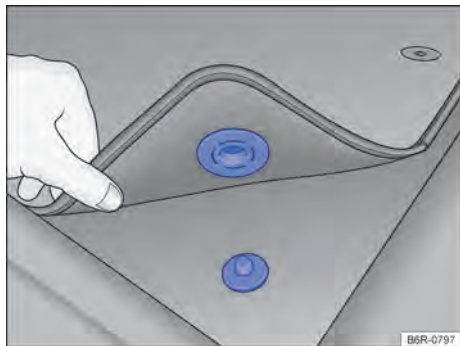

Fig. 22 Alfombra delantera del lado del conductor con fijación al perno de la alfombra.
- ✓ Acomodar bien la alfombra en la zona reposapiés del lado del conductor para que no obstruya la zona de los pedales. Dependiendo de la versión del vehículo, la alfombra delantera del lado del conductor puede tener fijación al perno de la alfombra → **fig. 22**.